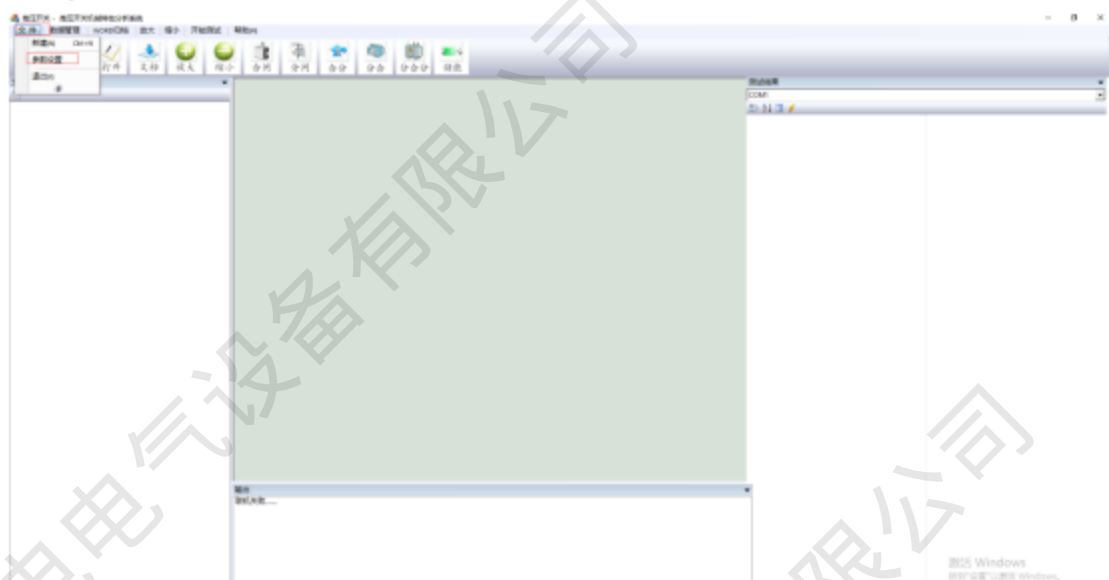

图 1-10
3、设置完毕后，打开高压开关机械特性分析系统，点击左上角“文件”参数设置” 如图 1-10；